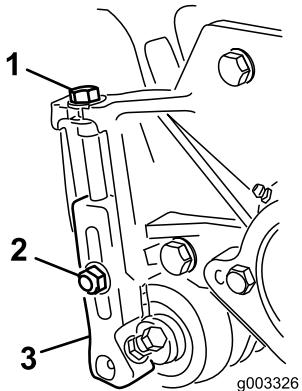

Figura 23
- Allentate i dadi di bloccaggio che fissano i bracci di regolazione dell'altezza di taglio sulle piastre laterali dell'apparato di taglio (Figura 23).